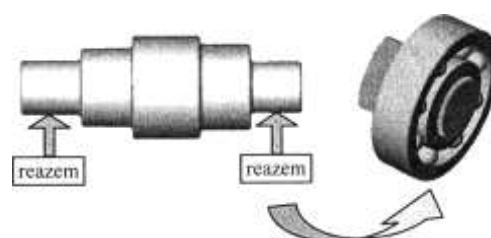

Fig. 2 - Lagăr cu rostogolire
- lagăre cu rostogolire, când forțele de frecare care apar sunt de rostogolire (fig.2.)